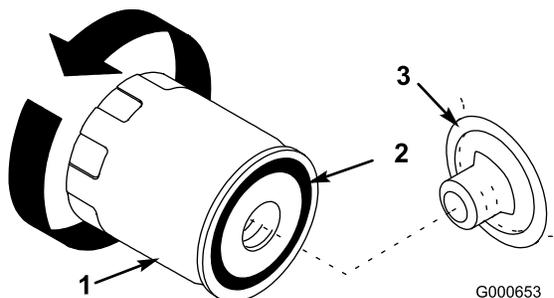

Рисунок 25
7. Снимите старый фильтр и протрите поверхность прокладки переходника фильтра (Рисунок 25).
10. Нанесите тонкий слой свежего масла на резиновую прокладку нового фильтра (Рисунок 25).
11. Установите новый масляный фильтр в переходник фильтра. Поверните масляный фильтр по часовой стрелке до контакта резиновой прокладки с переходником фильтра, после этого затяните фильтр, повернув его еще на пол-оборота (Рисунок 25).